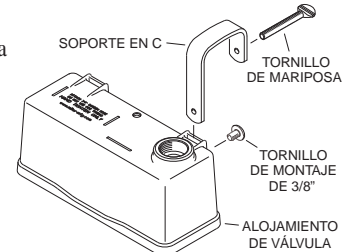

Figura 4
- Deslice e introduzca los dos soportes en C en el alojamiento de la válvula según se ilustra (ver la figura 4).